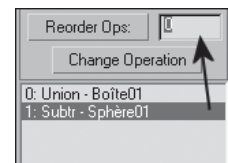

Fig.2.98
- 4 Pour changer l'ordre des opérandes, sélectionnez l'opérande souhaitée (par exemple la sphère), et dans le champ situé à côté de **Reorder Ops.**, modifiez le numéro (exemple 0). Cliquez sur le bouton **Reorder Ops** (fig.2.98).